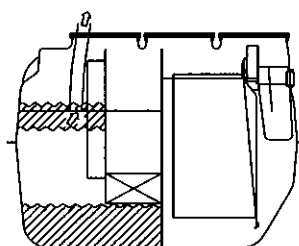

図1
- ① スカムを破砕しながら、サクシオンホースで引き出して下さい。(図1参照)
- ② 夾雑物除去槽からサクシオンホースを挿入し、槽底部から汚泥を引き出して下さい。